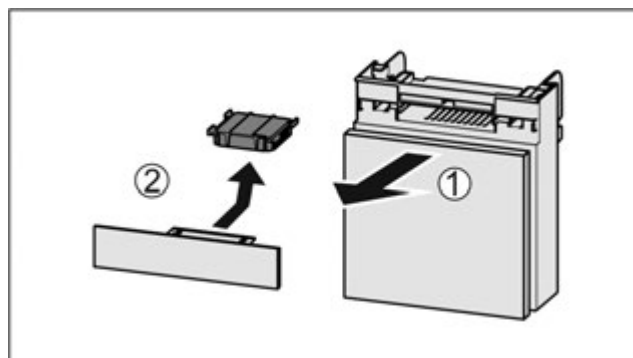

Fig. 128
- Потягніть Fig. 128 (1) відділення вперед.
- Витягнути Fig. 128 (2) фільтр з активованого вугілля.